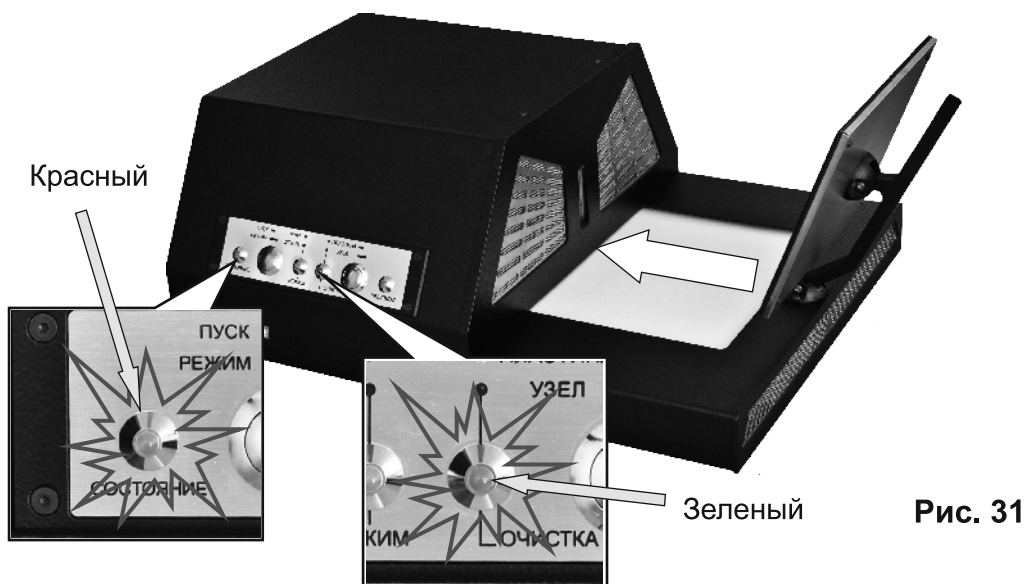

Рис. 31
3. После звукового сигнала пробоотборная пластина перемещается в зону контроля, индикатор «Состояние» меняет цвет свечения с *зеленого на красный*, а индикатор «Результат» *не светится*. Индикатор «Очистка» должен иметь зеленый цвет свечения (Рис. 31).